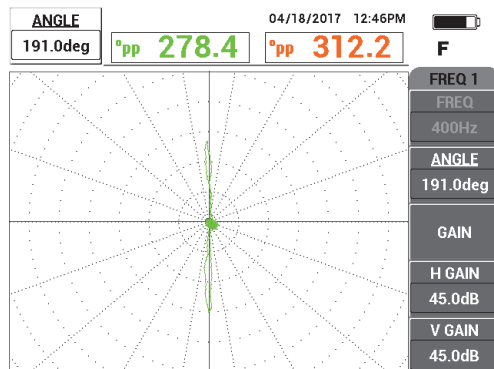

Figura 5-194 Ajuste da fase do sinal
4. Pressione a tecla ANGLE () e, em seguida, gire o sinal até o sinal da parede ficar na vertical na tela do aparelho (veja Figura 5-194 na página 270).